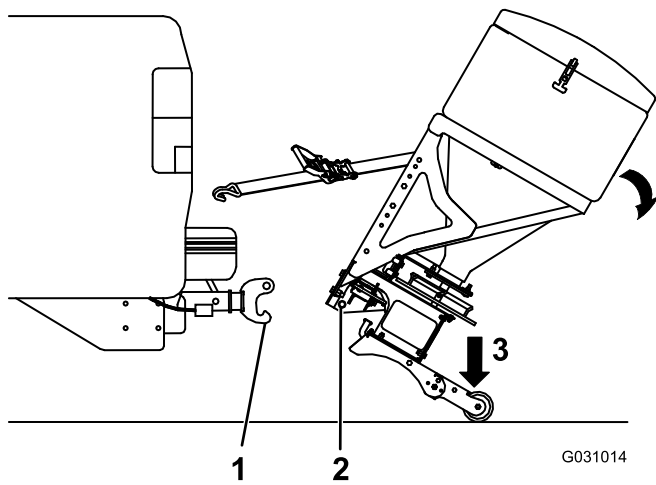

Figura 11
5. Agarre el esparcidor con firmeza y pise sobre el conjunto de la pata para volver a girarlo hasta que el pasador inferior de la pieza de fijación RT3 salga del garfio en el enganche de RT3 (Figura 11).